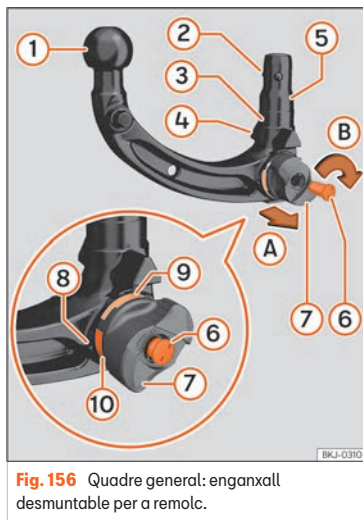

Fig. 156 Quadre general: enganxall desmuntable per a remolc.
- ③ Mecanisme (bola) de bloqueig
- ④ Guies de centrat
- ⑤ Tija
- ⑥ Clau
- ⑦ Tapa del pany
- ⑧ Rodeta
- ⑨ Marca verda a l'enganxall per a remolc
- ⑩ Marca vermella a la rodeta
3. Obriu la tapa del pany »» fig. 156 ⑦ i introduïu la clau ⑥ al pany.
4. Gireu la clau ⑥ en el sentit contrari al de les agulles del rellotge fins que la fletxa de la clau miri cap al símbol de pany obert de la rodeta ⑧.
5. Agafeu l'enganxall per a remolc amb una mà. Amb l'altra, traieu la rodeta ⑧ en la direcció A.
6. Gireu la rodeta estreta ⑧ en la direcció B fins al topall.
8. Deixeu anar la rodeta ⑧.